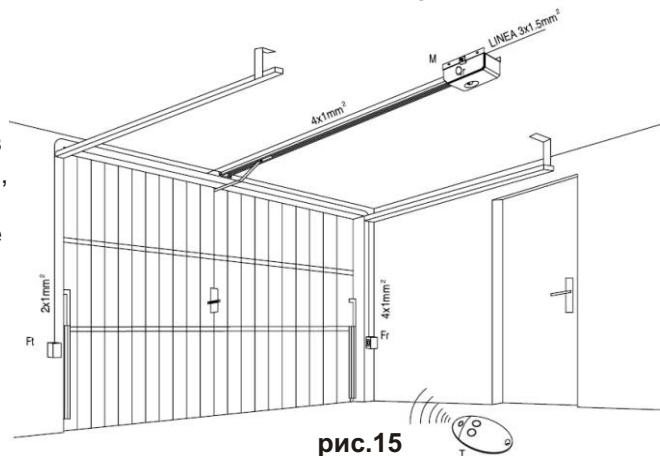

рис.15
5. Расположение блоков автоматики (рис.15).